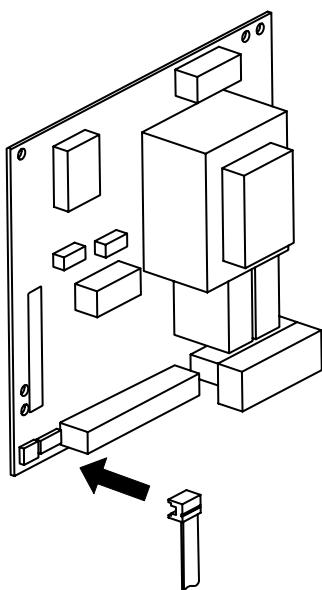

Fig. 7
- 7) Innestare il connettore del cavo nell'apposito connettore previsto sull'apparecchiatura elettronica (fig. 7).
- 7) Fit the cable connector in the appropriate connector on the control board (fig. 7).
- 7) Brancher le connecteur du câble sur le connecteur spécifique prévu sur l'armoire électronique (fig. 7 ).
- 7) Acople el conector del cable en el correspondiente conector previsto en el equipo electrónico (fig. 7 ).
- 7) Den Stecker des Kabels in den entsprechenden Stecker, der auf dem elektronischen Gerät vorgesehen ist, einstecken (Abb. 7 ).